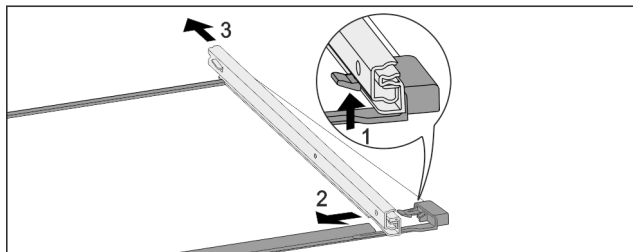

Fig. 159 Skleněná deska s kolejničkami
- Přední aretační háček zatlačte nahoru. Fig. 159 (1)
- Vysuvnou kolejničku vysuňte stranou Fig. 159 (2) a dozadu Fig. 159 (3).